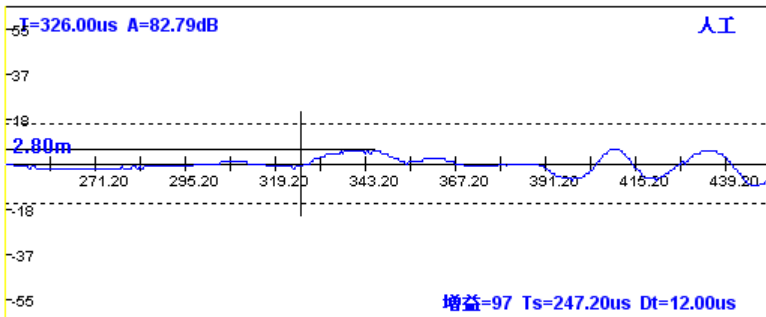

图 F1.4 信号过弱
4. 当出现图 F1.4 所示波形时，波形幅度太小，应该按【+】键增加增益，使波形放大至合适范围。